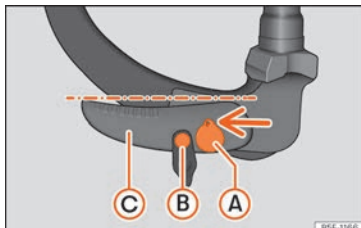

Abb. 173 Ruheposition: Überprüfung der Position
- Der Schlüssel » Abb. 173 (A) befindet sich in entriegelter Position (das Loch des Schlüssels zeigt nach oben).
- Der Entriegelungsbolzen » Abb. 173 kann bewegt werden (B).
- Der Hebel » Abb. 173 (C) befindet sich in der unteren Position.